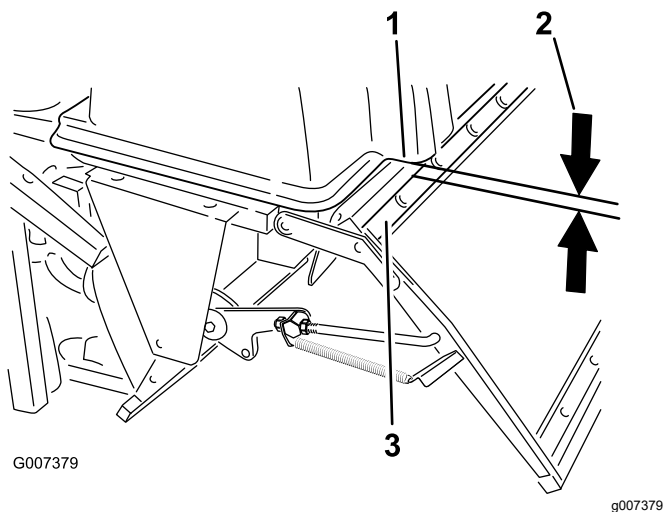

Figura 55
3. Compruebe la distancia entre el tubo superior del bastidor de la puerta y el borde inferior del capó moldeado (Figura 55).